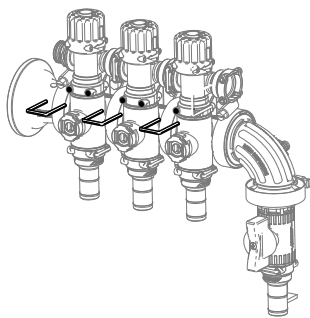

Figure 16
- 1. Montez le bloc de vannes de rampes à l'aide des étriers déposés précédemment, comme indiqué à la Figure 16.